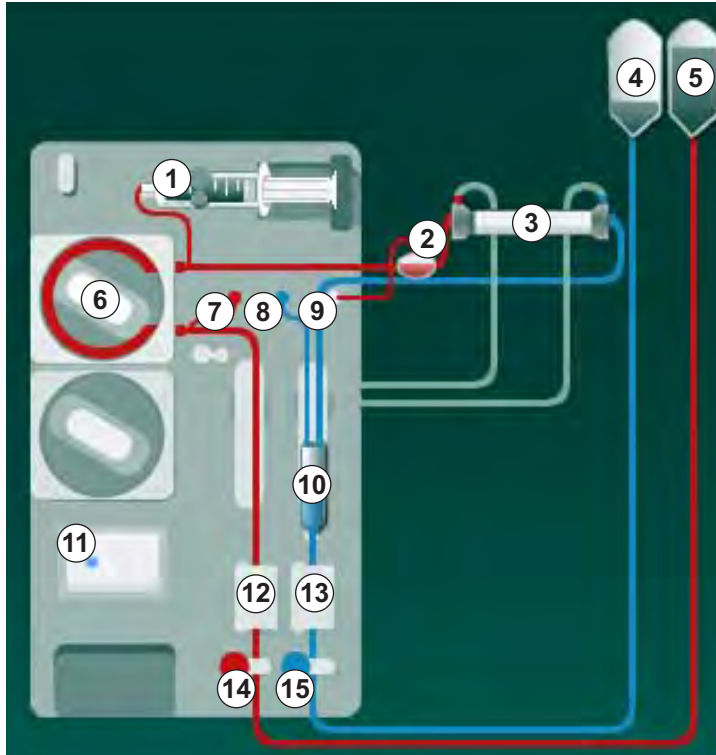

Fig. 5-8 Sette inn blodslangene for pose-til-pose-priming
2. Ta dialysatorkoblingene fra rensekonsollen og koble til dialysatoren (Fig. 5-8 Sette inn blodslangene for pose-til-pose-priming (94), (3)) hvis instruert av maskinen. Overhold fargekoding: